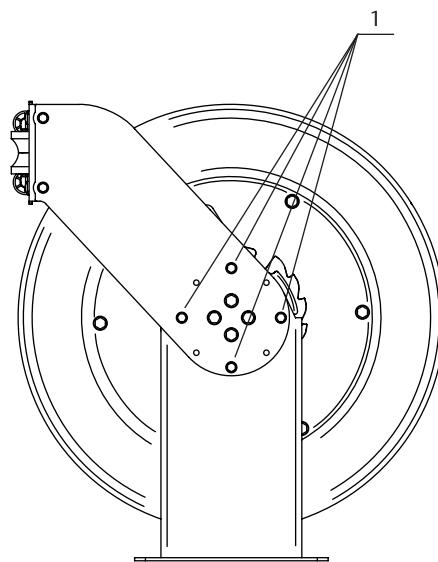

FIG. 2
To position these guide arms, loosen and remove the screws (1) (fig. 2) in both arms. At this moment, the spool and the guide arms become loose from the reel frame. Then, just position the guide arms in the desired position and fix them with the same screws.
Para posicionar los brazos guía, es necesario aflojar y quitar los tornillos (1) (fig. 2) en ambos brazos. En ese momento el tambor junto con los brazos guía quedan sueltos del bastidor. Se procede entonces a cambiar los brazos a la posición deseada y a volver a fijarlos con los mismos tornillos.
Pour positionner les bras de guidage du flexible il est nécessaire de desserrer et de retirer les vis (1) (fig. 2) des deux bras. A cette étape, le tambour et le bras de guidage sont désolidarisés du cadre. Placer ensuite les bras à la position désirée et refitez-les avec les mêmes vis.
Um die Führungsarme in die gewünschte Stellung zu bringen, müssen die Schrauben (1) (Abb. 2) an beiden Armen gelöst und entfernt werden, so dass die Trommel zusammen mit den Führungsarmen vom Rahmen getrennt ist. Daraufhin können die Arme in die gewünschte Stellung gebracht und mit denselben Schrauben wieder befestigt werden.